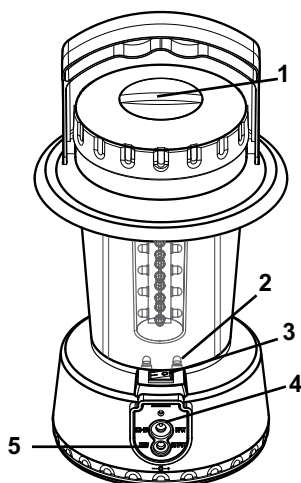

Fig.1
- Abra la cubierta de carga de la linterna para acceder a las dos tomas. La toma superior (Fig.1; Signo 4) es para la entrada del panel solar. Conecte la linterna al panel solar para cargarla con el cable incluido. También se puede conectar a una fuente de alimentación de CA / CC con un cable adaptador de CC (no incluido). La toma inferior (Fig.1; Signo 5) es una salida de CC de 6-7 V para dispositivos de bajo voltaje.
- Hay dos interruptores en la linterna. Uno en la parte superior (Fig.1; Signo 1) para
encender / apagar la iluminación LED al girar a la izquierda / derecha. El interruptor inferior es el Interruptor Principal del producto (Fig.1; Signo 3). Este Interruptor Principal debe estar encendido para activar todas las funciones y para cargar la batería.
- La linterna cuenta con dos indicadores LED (Fig.1; Signo 2) en la carcasa; el LED rojo indica "Cargando" desde un panel solar o una fuente de alimentación de CA / CC (CC de 6-12 V, no incluida), y el LED verde indica que el producto está "En funcionamiento" en condiciones adecuadas. Cuando se carga con un módulo solar, se necesita un tiempo aproximado de 12 horas bajo el sol. Utilice el módulo solar para la carga inicial, al menos durante un día sin utilizar la lámpara. El tiempo de iluminación es de 5-6 horas con la batería totalmente cargada.
- Cuando la iluminación LED se vuelva más débil, apáguela (Fig.1; Signo 1) y